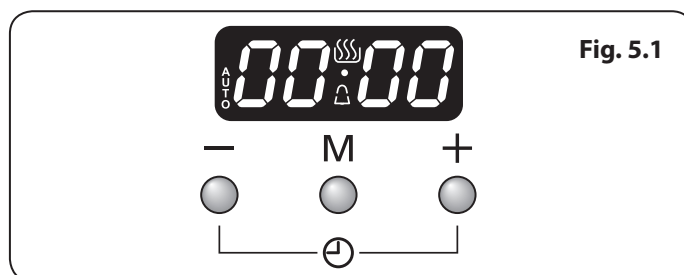

Fig. 5.1
1. L'horloge LCD est présentée en (**Fig. 5.1**). Une fois la cuisinière connectée et allumée, l'écran clignote (00.00) et l'heure débute à (00.00).